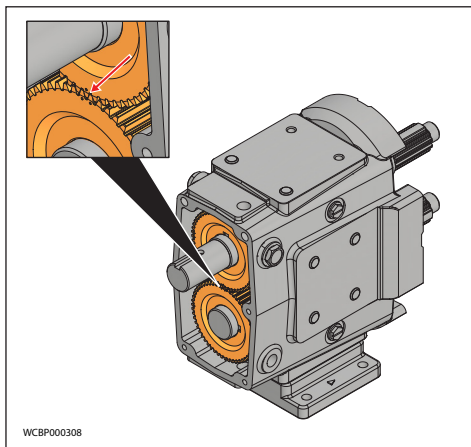

Abbildung 91 - Markierungen der Synchronisierungszahnräder
3. Schieben Sie das Zahnrad der kurzen Welle auf die kurze Welle. Auf dem Zahnrad der kurzen Welle befinden sich zwei Körnungen. Bringen Sie die einzelne Körnung des Stirntriebszahnrades zwischen die beiden Körnungen auf dem Zahnrad der kurzen Welle (Abbildung 91).